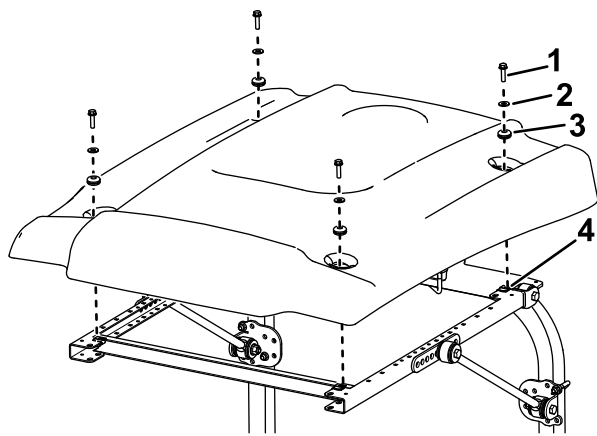

Рисунок 49
9. Выравнивая монтажные отверстия, расположите солнцезащитный навес на раме, как показано на Рисунок 49.
- Установите каждый угол солнцезащитного навеса на раму с помощью болта с фланцевой головкой (5/16 x 1 дюйм), малой шайбы и уплотнительной втулки, не затягивая их (Рисунок 49).